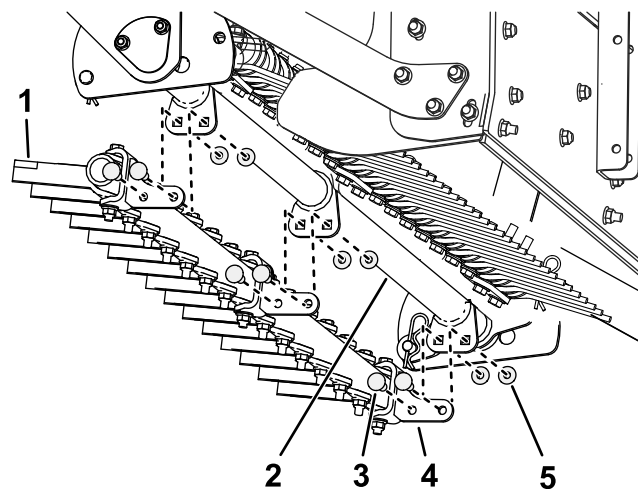

Figure 3
3. Fixez en place la barre porte-dents au carbure à l'aide des 6 boulons de carrosserie et contre-écrous retirés du bras d'outil polyvalent, comme montré à la Figure 3.